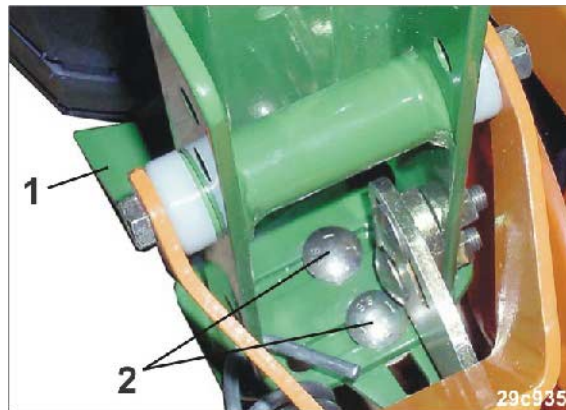

図 216
1. ねじ (図 216/2) を外します。
2. ホイールスクレーパー (図 216/1) を設定します。